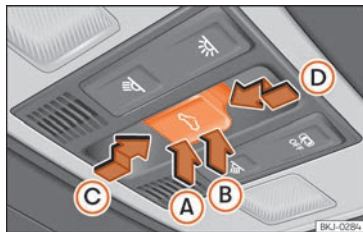

Abb. 61 Im Dachhimmel: Bedienelement für Panorama-Schiebedach.
Der Taster  (Abb. 61) hat zwei Stufen.
- Innerhalb von etwa 5 Sekunden nach der Aktivierung des Einklemmschutzes, drücken Sie die Taste ⇐ »» (Abb. 61) bis zur zweiten Stufe in Pfeilrichtung  bis das Dach vollständig schließt.